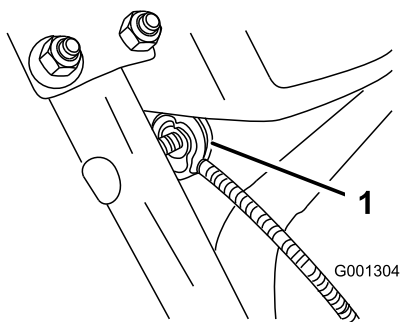

Рисунок 7
3. Удалите гайку с шайбой из рукоятки, присоедините трос с зажимом к рукоятке, наверните гайку с шайбой и затяните ее вручную (Рисунок 7).